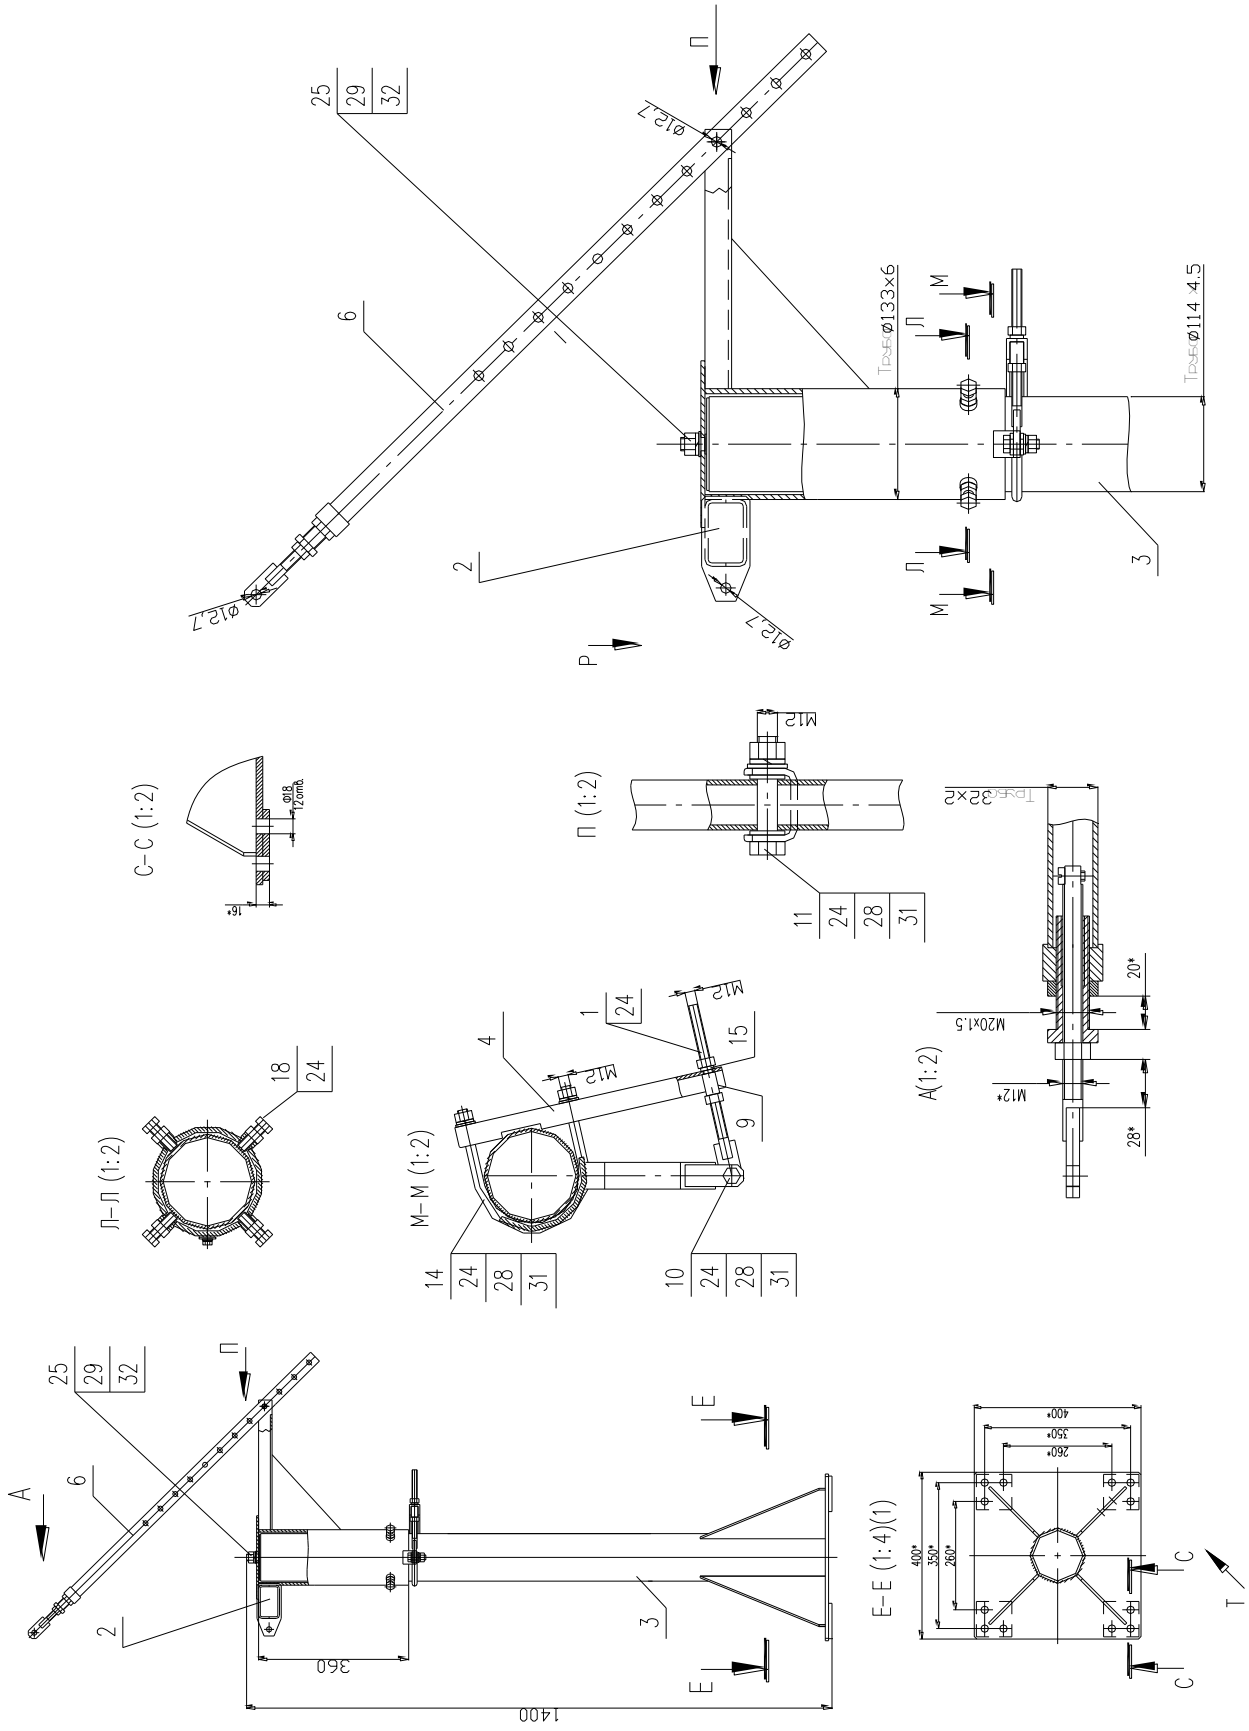

Рис.3
1. Отвернуть гайку М16 (поз.25) на оси стойки, смазать ось « Циатим-2001». Вывернуть 4 болта М12 (поз.18) на опорно-поворотном устройстве (ОПУ) и надеть его на стойку. Проверить вращение опоры на столбе, опора должна вращаться на 360° без заеданий. Закрепить опору на столбе гайкой М16 согласно (Рис. 3).
5. Установить тягу угломестную согласно (Рис.3).. Закрепить спецболтом М12 (вид. П). Регулировка тяги производится за счёт вращения гайки на конце тяги (Рис.3 Вид А).